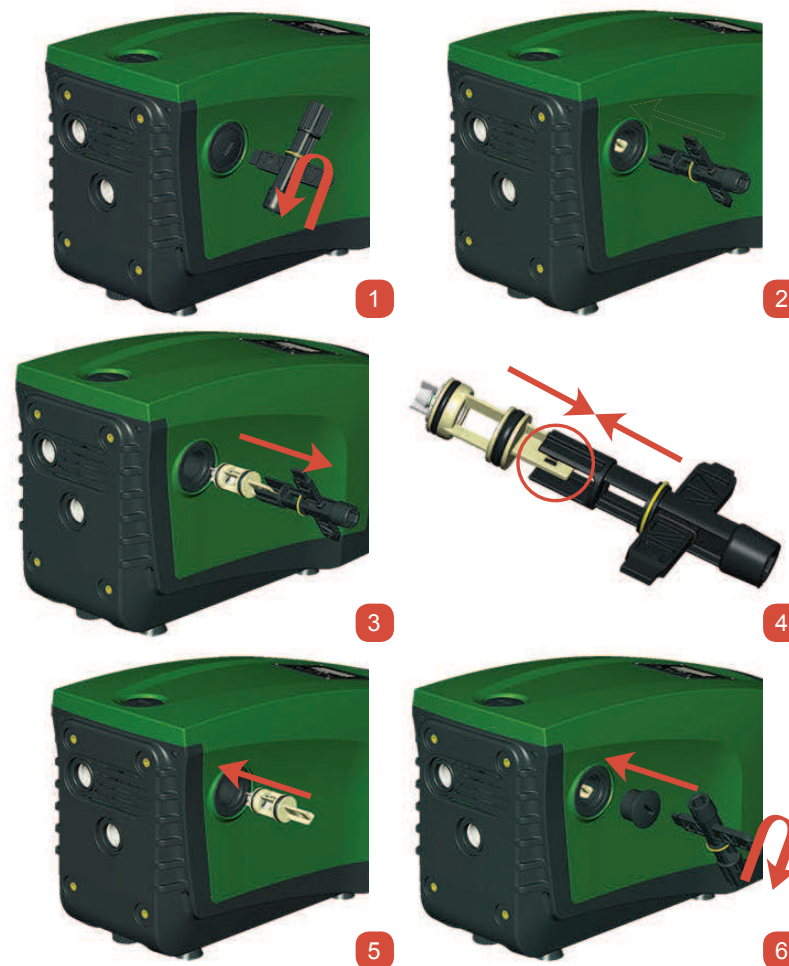

Рисунок 27
1. снимите пробку доступа к клапану (Рис. 27);
2. вставьте крестообразный дополнительный ключ, концом «F» (пар. 10.1) так, чтобы захватить язычок с отверстием при помощи захватов с защелками (Рис.27);
3. извлечь без вращения: эта операция может потребовать приложить некоторое усилие. Вынимается наружу картридж, который также несет с собой клапан для проведения техобслуживания. Картридж остается на ключе (Рис. 27);
4. отсоедините картридж от ключа: нажатием друг против друга защелки освобождаются, после этого можно вынуть сбоку картридж (Рис. 27);
6. снова вставьте картридж полностью в его гнездо: операция требует приложить необходимую силу для сжатия 2 уплотнительных колец. Вы можете помочь себе при помощи конца «D» крестообразного ключа, используя его в качестве толкателя. Не используйте конец «F», в противном случае защелки вновь будут задействованы, и захватят язычок картриджа без возможности освобождения (Рис. 27);
7. Затяните пробку до упора: если картридж не был продвинут в правильное положение, завинчивание пробки ведет к его правильному размещению (Рис. 27).
1. Снимите защитную заглушку вала двигателя, как показано на Рис.27;